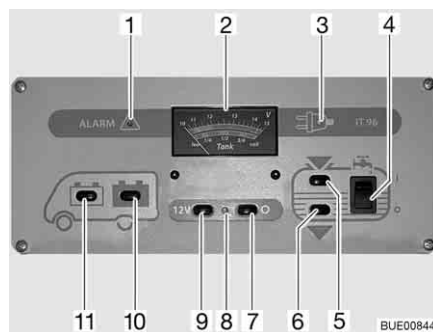

Fig. 135 Pannello di controllo IT 96-2
L'interruttore principale a 12 V (Fig. 135,7 e 9) inserisce o disinserisce il pannello di controllo e l'alimentazione a 12 V dell'abitacolo.
- Premere l'interruttore (Fig. 135,9) "12 V": L'alimentazione a 12 V dell'abitacolo è inserita. La spia di controllo (Fig. 135,8) diventa verde.
- Premere l'interruttore (Fig. 135,7) "O": L'alimentazione a 12 V dell'abitacolo è disinserita. La spia di controllo (Fig. 135,8) si spegne.
Per l'indicatore volt/serbatoio (Fig. 135,2) leggere la scala superiore. L'indicatore si illumina automaticamente appena viene premuto un interruttore.
- Premere l'interruttore (Fig. 135,11) : Viene indicata la tensione della batteria di avviamento.
- Premere l'interruttore (Fig. 135,10) : Viene indicata la tensione della batteria dell'abitacolo.
Per l'indicatore volt/serbatoio (Fig. 135,2) leggere la scala inferiore. L'indicatore si illumina automaticamente appena viene premuto un interruttore.
- Premere l'interruttore (Fig. 135,5) "": Viene indicato il livello del serbatoio dell'acqua.
- Premere l'interruttore (Fig. 135,6) "": Viene indicato il livello del serbatoio delle acque grigie.
*Accensione:* ■ Premere in alto l'interruttore a bilico (Fig. 135,4) "I": L'alimentazione idrica è accesa.
*Spegnimento:* ■ Premere l'interruttore a bilico in basso (Fig. 135,4) "O": L'alimentazione idrica è spenta.
La spia luminosa rossa "ALARM" (Fig. 135,1) inizia a lampeggiare non appena la tensione della batteria dell'abitacolo scende al di sotto di 11 V (misurazione durante il normale esercizio) con conseguente rischio che la batteria si scarichi troppo.
La spia di controllo a 12 V (Fig. 135,8) si accende non appena l'interruttore principale a 12 V (Fig. 135,9) viene inserito.
La spia gialla di controllo a 230 V (Fig. 135,3) si accende quando all'ingresso della centralina elettrica è presente una tensione di rete.